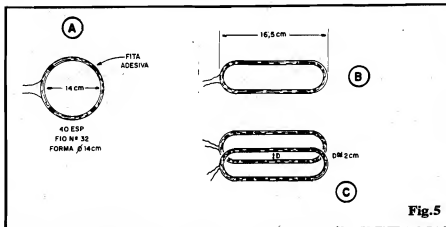
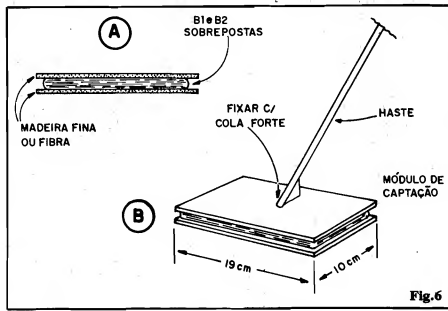

Fig. 5
Fig. 6
- FIG. 5 - A CONSTRUÇÃO DAS BOBINAS - Cada uma das duas bobinas idênticas, e composta de 40 espiras de fio de cobre esmaltado, primeiramente enroladas sobre uma forma circular com 14 cm. de diâmetro (pequenas diferenças, meio centímetro a mais ou a menos, não constituem problema...). Depois de formadas, as
- FIG. 6 - O SANDUÍCHE DE CAPTAÇÃO - Depois de formadas, ovalizadas e sobrepostas conforme fig. 5, o conjunto de bobinas deve ser "ensanduichado" en-
tre duas placas finas de madeira ou fibra (tipo "Duratex" ou similar). As medidas aproximadas das placas ficam em 19 x 10 cm. e a fixação geral do "sanduíche" deve ser feita por qualquer método que não envolva presenças metálicas (proibido usar pregos, parafusos, etc.). Toda a armação do conjunto deve ser feita com adesivo de epoxy ("Durepoxy") e/ou cola para madeira. Uma haste de madeira (um aproveitado cabo de vassoura é feio mas serve...) deve ser fixada, em pequeno ângulo de inclinação, à face superior do "sanduíche" (fig. 6-B), eventualmente usando-se como apoio um calço triangular... Novamente, evitar o uso de parafusos ou pregos de ferro (quando muito, alguns parafusos pequenos, de alumínio...). Quem quiser, poderá "blindar" as laterais do "sanduíche", contra a entrada de sujeira